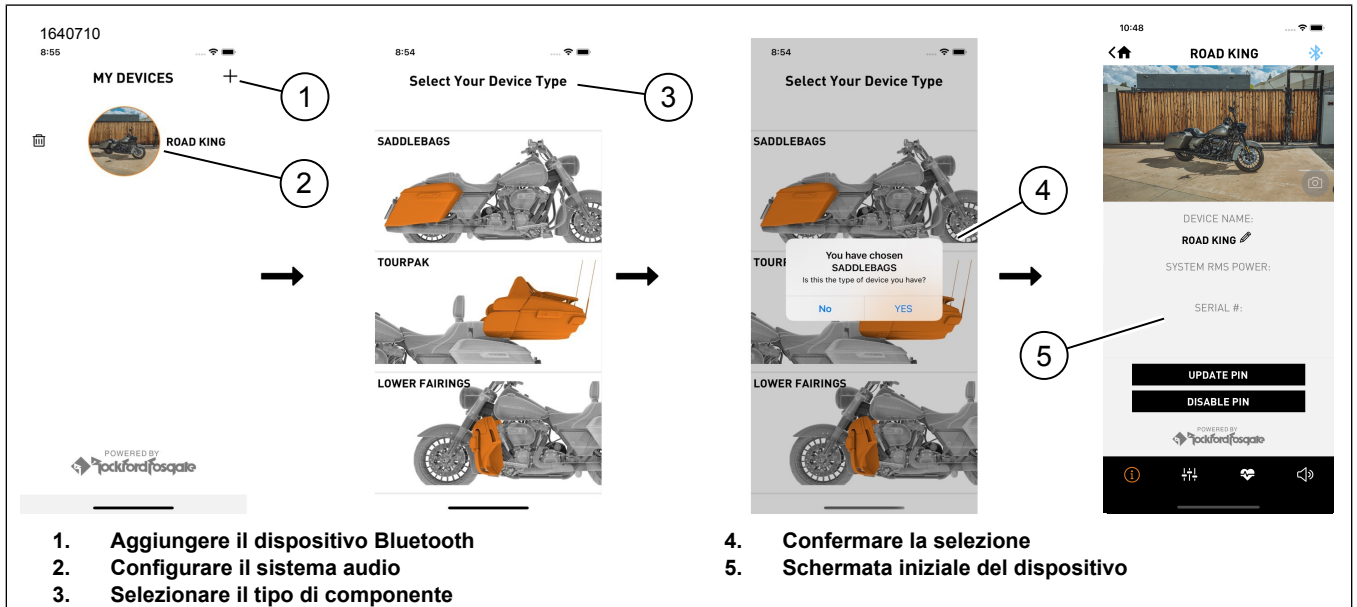
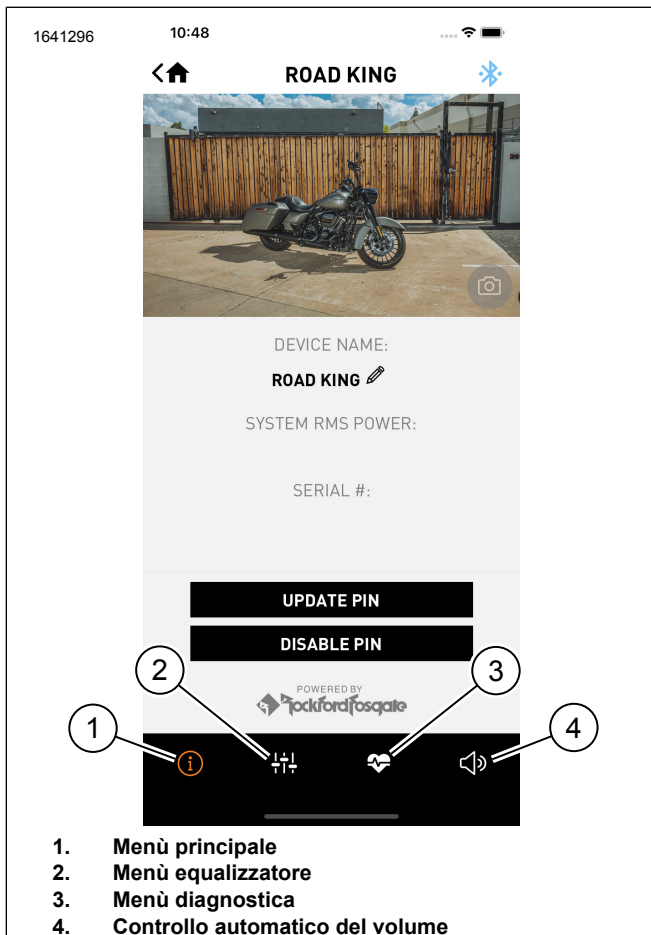

Figura 17. Processo di installazione
Figura 18. Barra dei menu
1. Figura 17 Accesso all'impianto audio.
- a. Associare il dispositivo (1) al sistema.
- b. Accedere ai menu dell'app (2) per configurare l'impianto audio del veicolo.
2. Selezionare la configurazione (3) dove sono stati installati gli altoparlanti sul veicolo.
3. Confermare la selezione (4).
4. Al termine della configurazione, verrà visualizzata la schermata iniziale del dispositivo (5).
5. Figura 18 Premere le icone della barra dei menu per:
- a. Menù principale (1)
b. Menù equalizzatore (2)
c. Menù diagnostica (3)
2. Breve descrizione dell'aggiornamento (2).
- b. Premere versione precedente (3) se si desidera tale versione.
3. Selezionare un aggiornamento della versione (3) e procedere con l'aggiornamento (4).
- a. Figura 18 Premendo l'icona Menu principale (1) verranno fornite ulteriori informazioni sull'aggiornamento.
4. La schermata mostra lo stato dell'aggiornamento (5) applicato all'amplificatore.